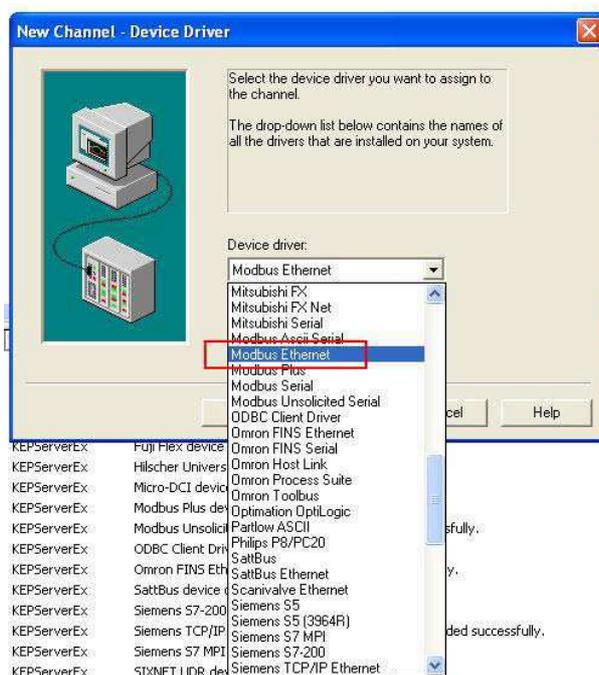

Рис.4
2.2 В новом окне выберите **Modbus Ethernet** в качестве протокола обмена с устройством, и нажмите **Next** (Рис.4):